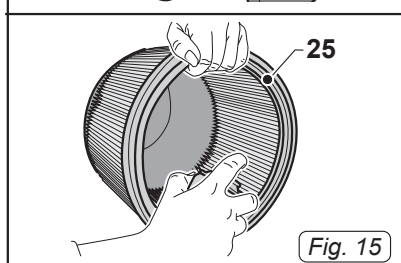

Fig. 15
- Pulire il filtro (25 Fig.15) dall'interno verso l'esterno con un getto d'aria; se si presenta troppo sporco è necessario sostituirlo.